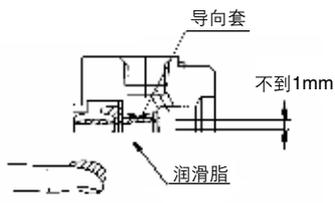

图6 杆密封圈
- ③7 杆密封圈A 在密封圈和导向套的内周全体涂抹上润滑脂。(参见图6)